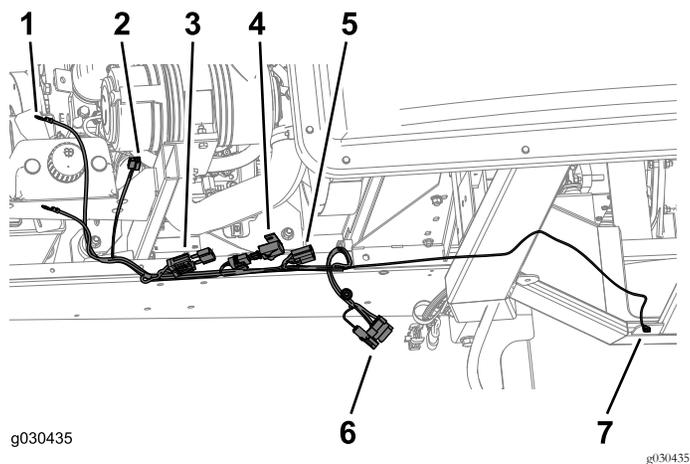

Figura 47
1. Enrute el arnés de cables por el lado derecho del bastidor de la máquina (Figura 47).